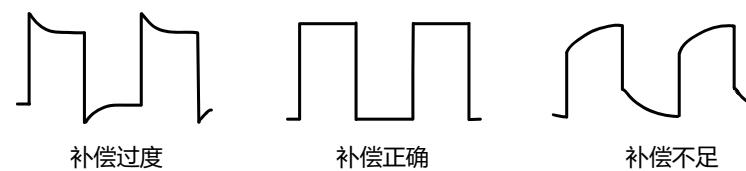

图 5.6 探头补偿
2. 检查所显示的波形形状并与图 5.6 所得波形进行对比。